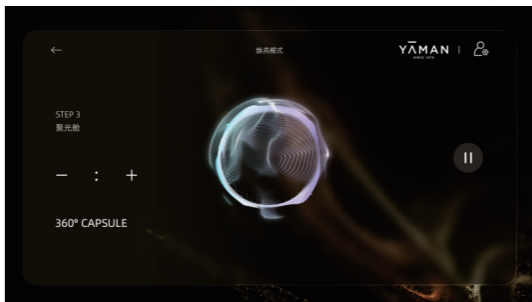

图5-18：焕亮模式-聚光舱页面
③聚光舱+匀净焕彩精华面膜，聚光舱开机后，手动选择“均色提亮”模式，护理时长默认20分钟，如果屏幕调节增加时长，则聚光舱需要手动重新选择和开启（如图5-18）。